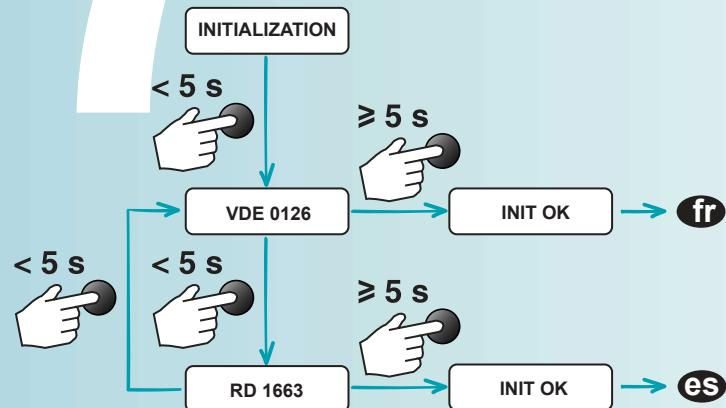

Fig. 13
- Lors de ce premier démarrage, le message "INITIALIZATION" (Fig. 13) apparaît sur l'afficheur :